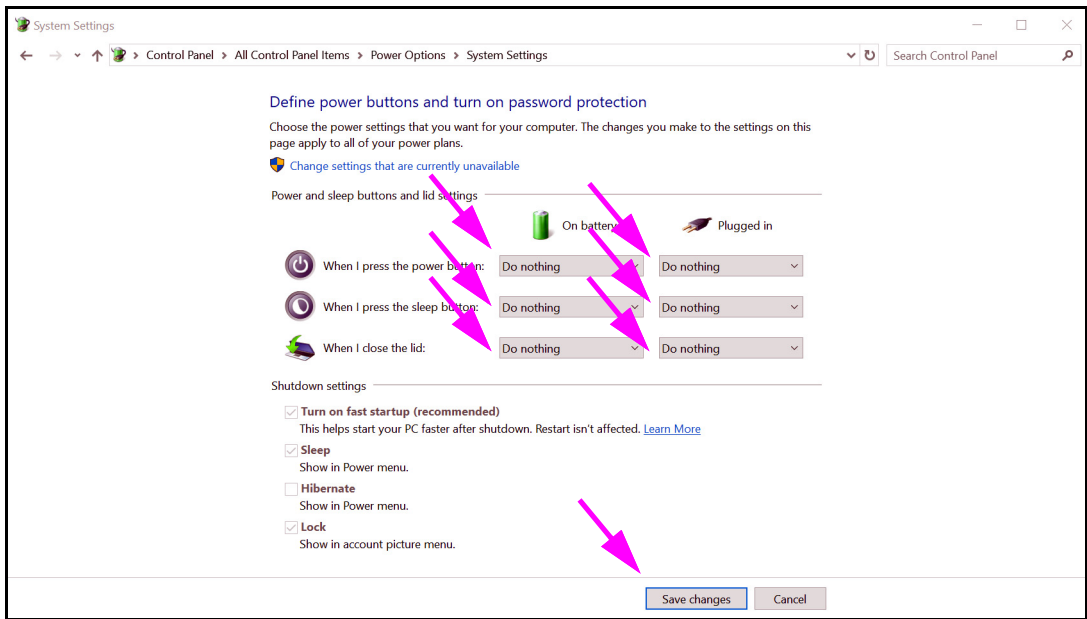

图 2-30. System Settings（系统设置）窗口
10. **仅限笔记本型计算机：** 在 Power Options（电源选项）窗口，单击 **Choose what closing the lid does**（选择关盖要执行的操作）条目。出现 System Settings（系统设置）窗口（请参见图 2-30）。将所有电设置设为 **Do nothing**（不执行任何操作），单击 **Save changes**（保存更改）。